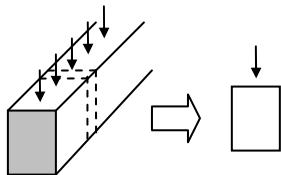

図 6-1-2 平面ひずみ
**平面ひずみ**とは、図 6-1-2 にあるとおり、ある一定以上の長さをもった部材に対して長さ方向に荷重が作用しているものある断面を切り出して解析するもので、長さ方向、つまり切り出した断面の面外方向のひずみを無視できるものです。